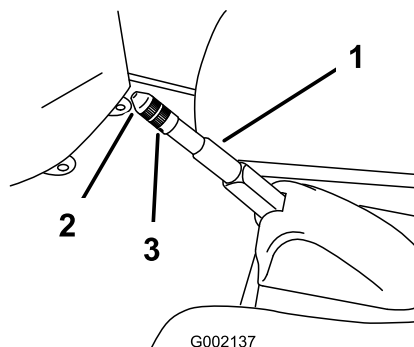

Figure 38
2. Desserrez la vis de fixation du bouton sur le levier du frein de stationnement (Figure 38).